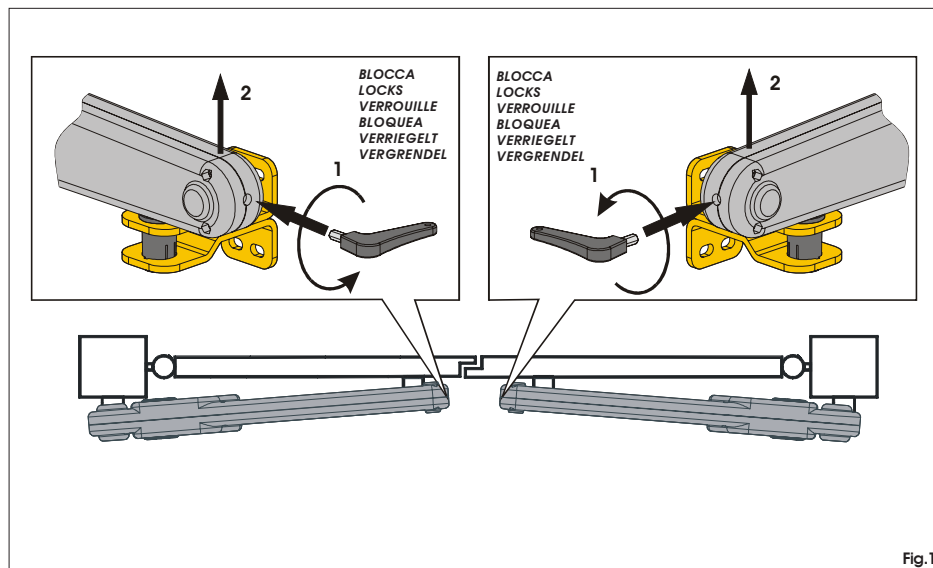

Fig.1
- Inserire la chiave a brugola in dotazione nella parte anteriore dell'operatore e ruotarla in senso antiorario per 5-6 giri (Fig. 1- Rif. 1).
- Sollevare l'operatore dalla parte anteriore disaccoppiandolo dall'attacco (Fig. 1- Rif. 2) e sfilare la chiave di sblocco.
- Fit the supplied Allen wrench in the front part of the operator and turn it anti-clockwise for 5-6 turns (Fig. 1- Ref. 1).
- Lift the operator by its front end, detaching it from the fitting (Fig. 1- Ref. 2) and remove the release key.